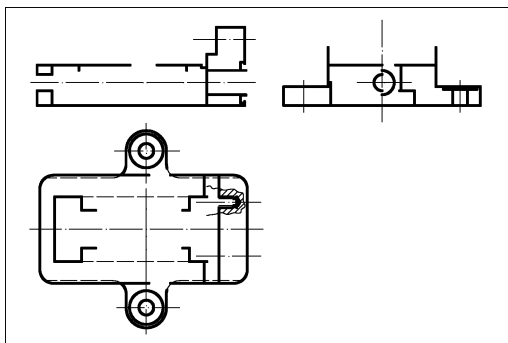

图 11-65 删除其他零件线条示例
- 3) 打开各线形的图层，选择“修改”面板→“删除”和“修剪”命令，删除其他零件的线条，如图 11-65 所示。